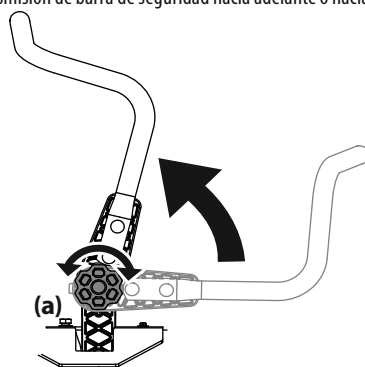

Figura 8
1. Gire la perilla (a) en el sentido contrario a las agujas del reloj para aflojar la perilla (a). Consulte la Figura 8.
3. Gire la perilla en el sentido de las agujas del reloj para asegurar la transmisión de barra de seguridad hasta su posición. Consulte la Figura 8.